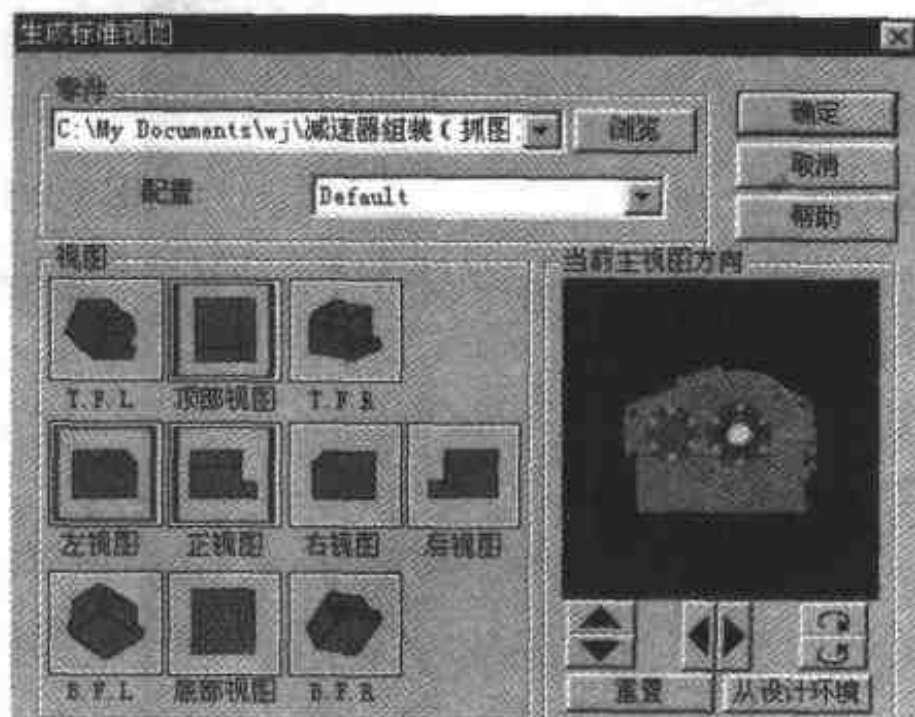

图 3.197 选择接收的视图
- (2) 选择【文件】|【新文件】|【绘图】命令，新建一空白布局图纸设计环境，单击【标准视图】按钮，在【生成标准视图】对话框中，选择【正视图】、【顶部视图】和【左视图】，并单击【从设计环境】按钮，从而得到当前视向，如图 3.197 所示。